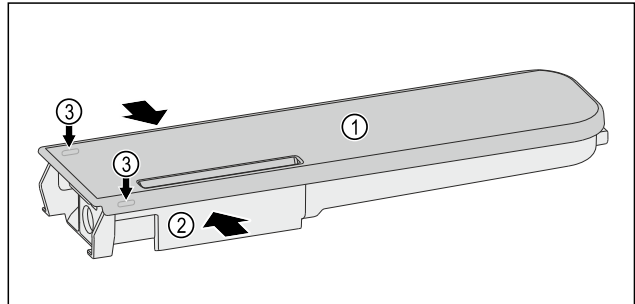

Fig. 136
- ▶ Presser le réservoir d'eau Fig. 136 (2) et faire levier pour lever précautionneusement le couvercle Fig. 136 (1) par les ergots Fig. 136 (3).
- ▶ Faire légèrement bouger le couvercle Fig. 136 (1) de l'avant vers l'arrière puis le retirer par le haut.